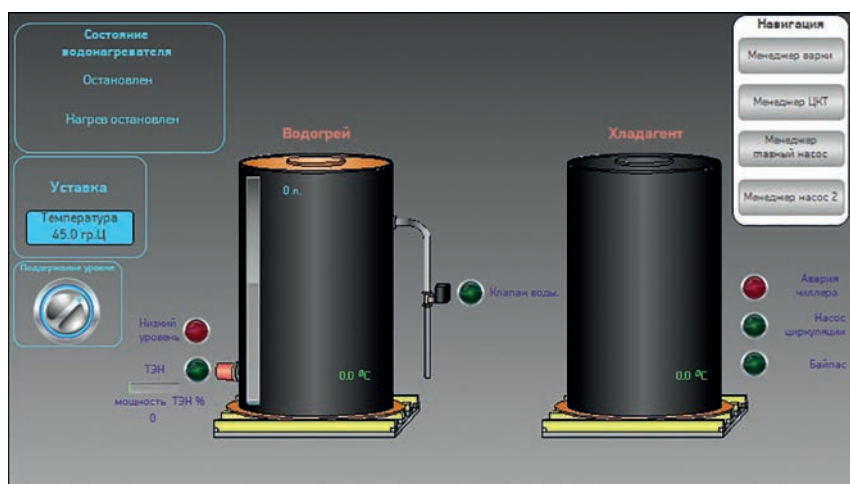

Рис. 3. Мнемосхема управления водогреем и хладагентом
- » управление системой хладоснабжения (рис. 3.);